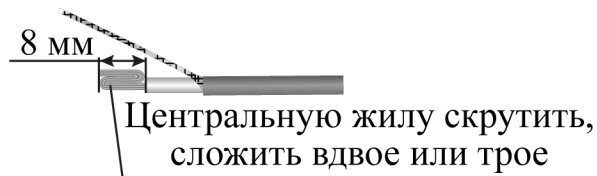

Рисунок 4.24
– зачищенную центральную жилу сложить вдвое или втрое, вставить в гильзу соединительную, обжать с помощью специального инструмента (рекомендуется применять клещи обжимные – пресс-клещи КО-01 или аналог) (рисунок 4.24);